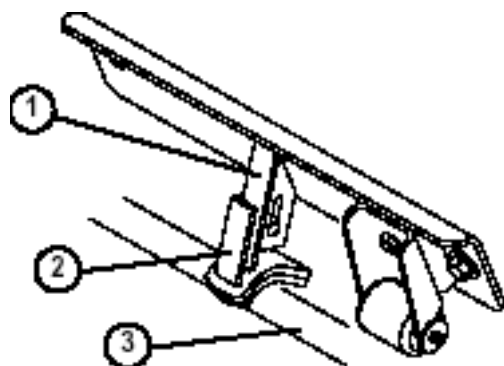

図 13
2. 前中央のユニットのスタビライザをサドルに固定しているキャリッジ・ボルトとナットをゆるめる（図13）。
2. サドルを下げてキャリア・フレームに当てる（図13）。